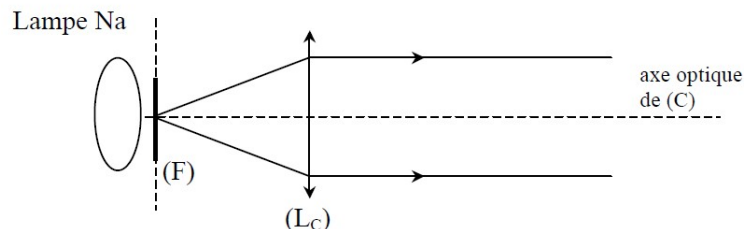

Figure 1 : Le collimateur (C)
- d'un collimateur (C) constitué d'une fente (F) de largeur réglable et d'une lentille convergente (L_C) (figure 1) ; lorsque (F) est placée dans le plan focal objet de (L_C), le faisceau lumineux issu de (F) forme un faisceau de rayons parallèles.